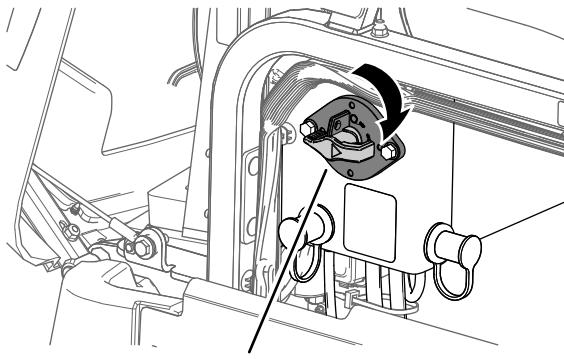

Figura 44
1. Gire el interruptor de desconexión de la batería a la posición de CONECTADO (Figura 44).